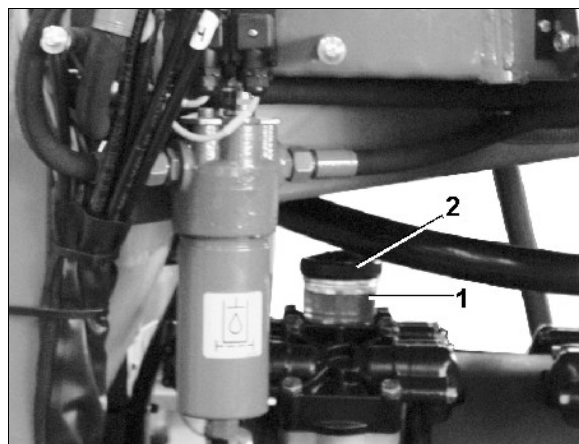

Рис. 192
1. Уровень масла контролируется при неработающем и находящемся в горизонтальном положении насосе по маркировке (Рис. 192/1).
2. Снимите крышку (Рис. 192/2) и долейте масло, если уровень масла у маркировки (Рис. 192/1) не виден.
2. Снимите крышку (Рис. 192/2).
5. Приводной вал проворачивайте попеременно вправо и влево, и медленно заливайте новое масло. Необходимое количество масла заполнено, если масло видно у маркировки (Рис. 192/1).